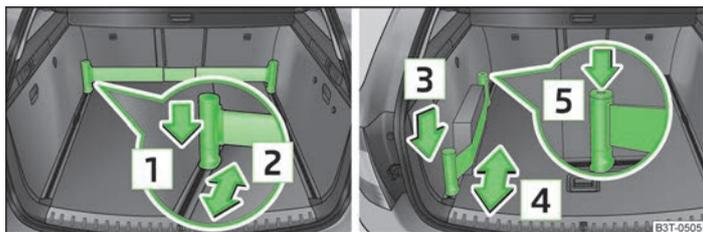

Abb. 76 Teleskopstange und Spanngurt
- › Den oberen Teil des Halters in Pfeilrichtung **1** drücken » Abb. 76 und gleichzeitig in die gewünschte Position in Pfeilrichtung **2** schieben.
- › Den Halter in Pfeilrichtung **3** drücken » Abb. 76 und gleichzeitig in die gewünschte Position in Pfeilrichtung **4** schieben.
- › Der Spanngurt kann durch Drücken der Taste **5** auch vollständig aufgerollt werden » Abb. 76.